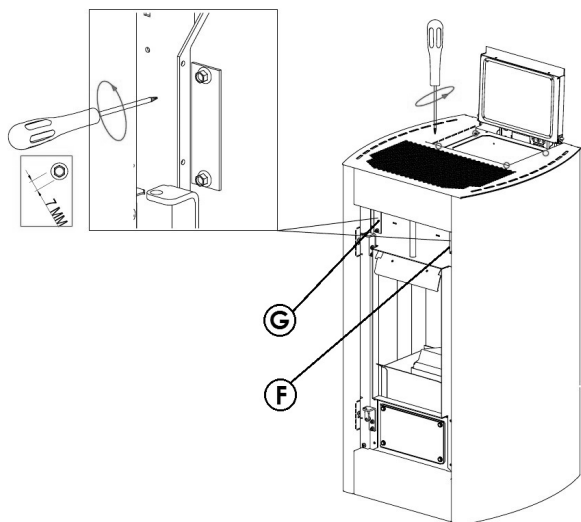

Fig. 84 - Afmontering af plader
- Åbn lågen, når ovnen er kold og afmonter plade "F" ved at skrue de to skrue af (se **Fig. 84**).